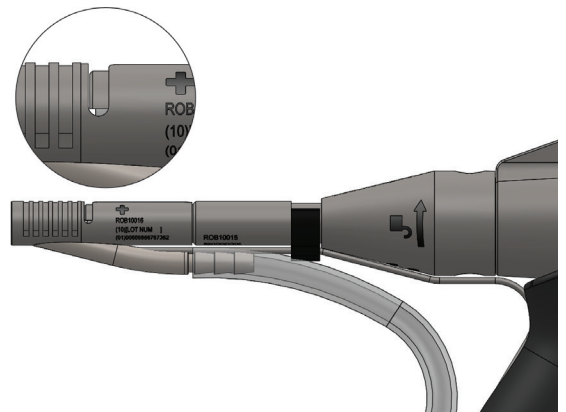

Abbildung 37. Anschlagen optisch bestätigen
2. Den Robotik-Bohrer-Schutz auf den Robotik-Bohrer-Aufsatz schieben, bis der Robotik-Bohrer-Aufsatz am Schutz anschlägt. Dies kann an der T-förmigen Kerbe im Schutz optisch bestätigt werden (Abbildung 37).